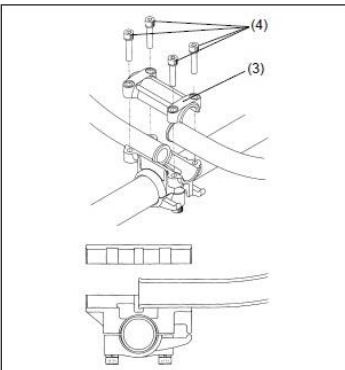

Рисунок 3
- – Встановіть край ручки в паз тримача ручки та тимчасово зафіксуйте верхню сторону (3) тримача ручки чотирма болтами М5 x 25 (4).
- – Відрегулюйте ручку під таким кутом, щоб легко маніпулювати, і рівномірно затягніть болт (4) з правого та лівого боків. (рис.3).